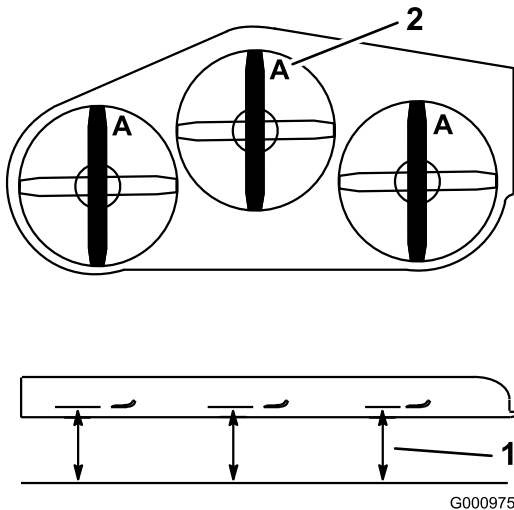

Figura 80
2. Mida desde una superficie nivelada hasta el filo de corte, posición A, de las cuchillas (Figura 80).